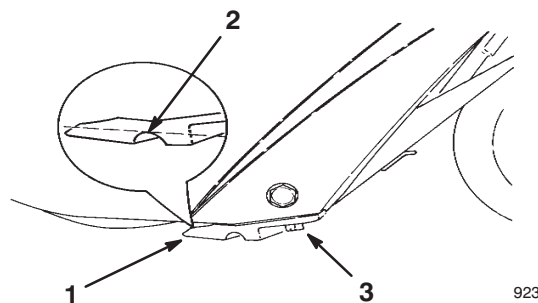

Figure 9
En début de saison, vérifiez l'usure de la lame racleuse. Remplacez la lame racleuse si la distance entre le haut de la rainure de l'indicateur d'usure et le bas de la lame est inférieure à 16 mm ou si la rainure de l'indicateur d'usure a complètement disparu (Fig. 9).
4. Enlevez les trois vis de fixation de la lame racleuse (Fig. 9).